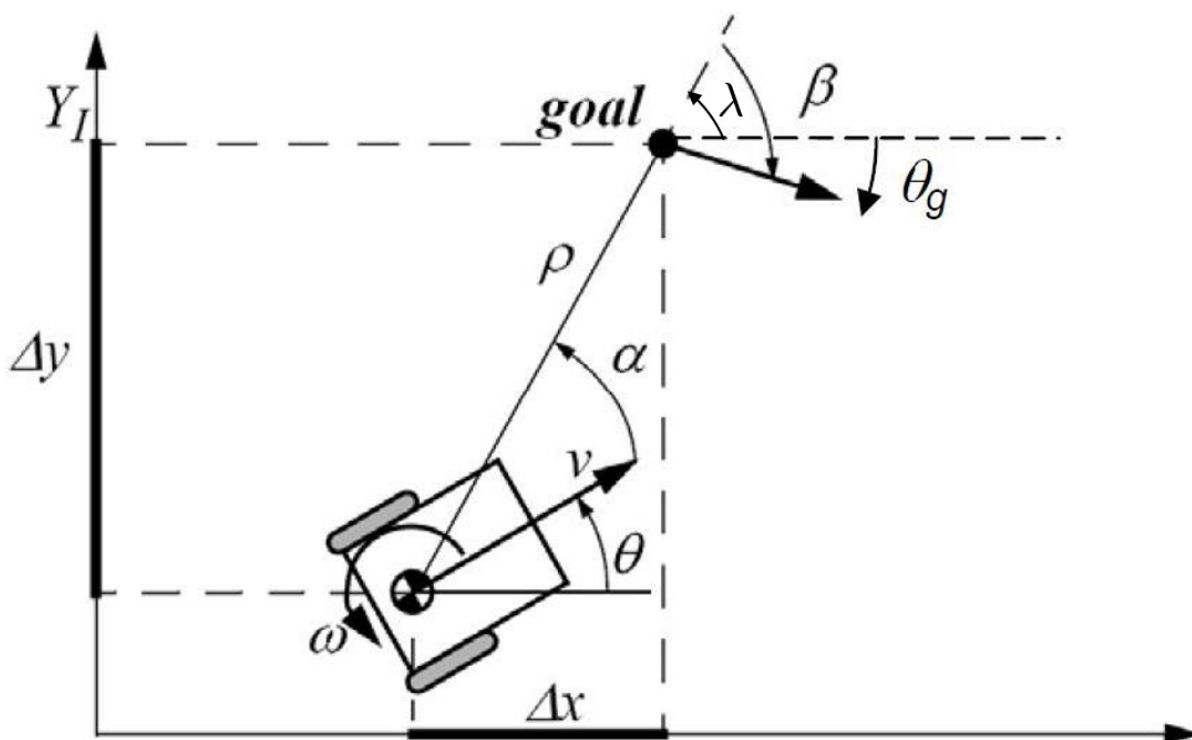

图 1: 参考姿态的状态反馈控制
对《自主移动机器人导论》一书中描述的线性状态反馈控制律进行实现。该控制律由公式 (3) 和公式 (4) 描述，其中变量与图1中对应。